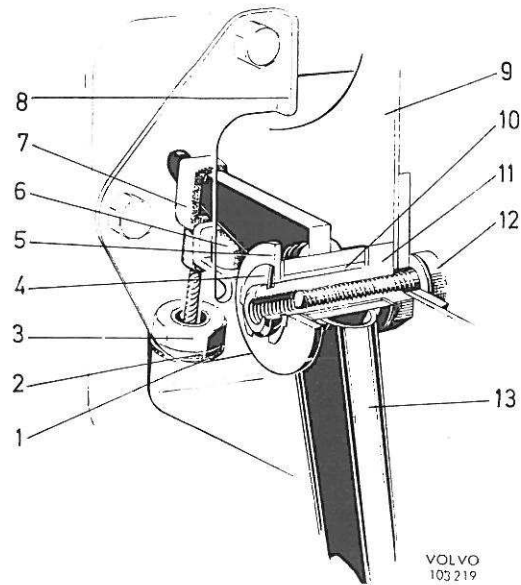

Figure 4. Pédalier (ancien modèle).
#### Ancien modèle (figure 4)
1. Enlever les vis et démonter le support de butée (8, figure 4) de la pédale.
2. Déconnecter le câble de la pédale. Enlever la rondelle-frein (4) et déposer la pédale.
4. Si l'axe de pédale (11) est usé, il faudra le remplacer. Il est fixé en place par la vis (12).